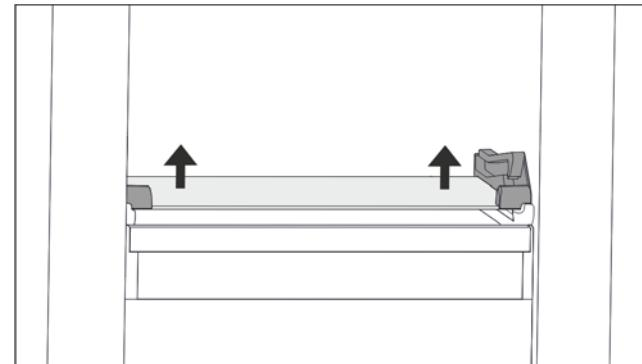

Fig. 63 Стеклянная пластина откидного выдвижного ящика
- Нажмите на стеклянную пластину снизу вверх с обеих сторон. (см. Fig. 63)